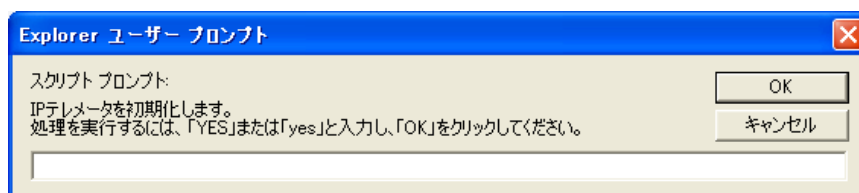

図 9.10 [ユーザープロンプト] 画面
- (2) **初期化** ボタンを押し、確認を促す [ユーザープロンプト] 画面（図 9.10）が表示されたら、半角文字の“YES”または“yes”と入力して **OK** ボタンを押して初期化を実行します。また、初期化をキャンセルする場合は、**キャンセル** ボタンを押してください。なお、初期化には約 1 分程度かかります。